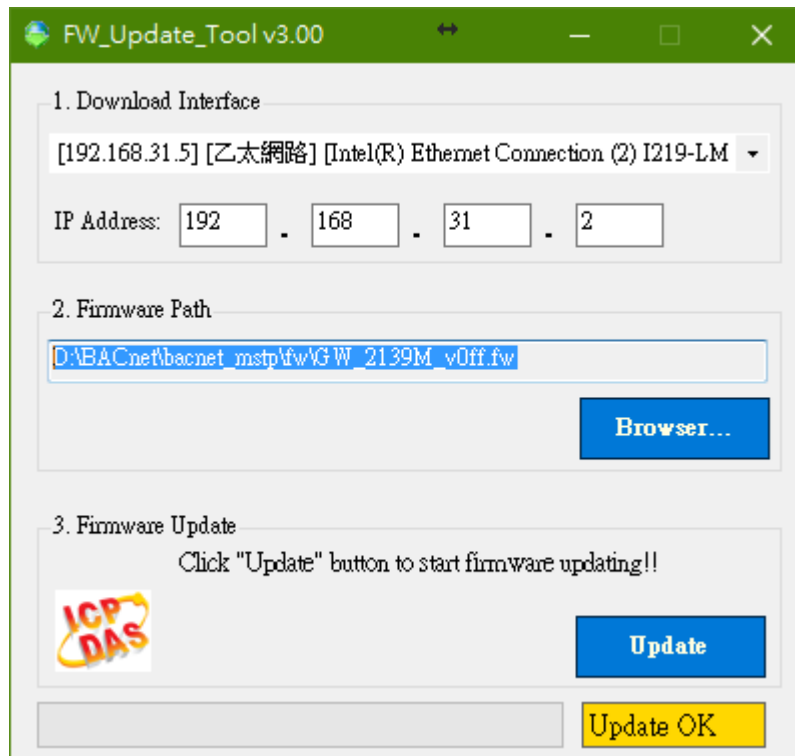

Figure 3.3 FW_Update_Tool firmware update steps
3) 관리자 권한 (🔑) 으로 “FW_Update_Tool.exe”를 실행하고 Figure 3.3과 같은 단계를 따릅니다: